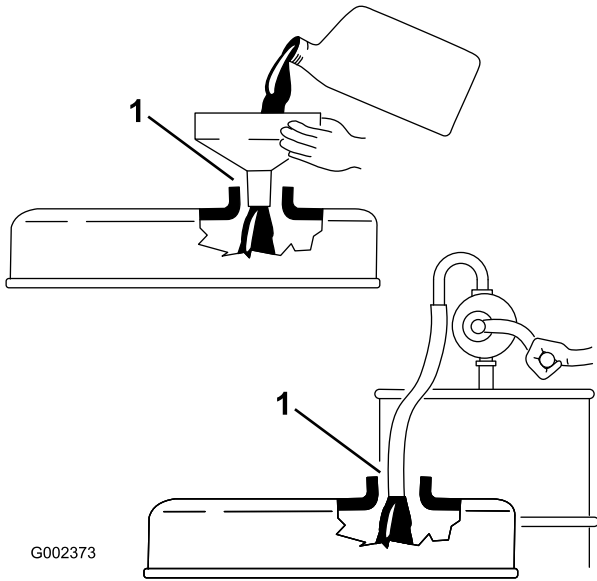

Figura 24
**Importante:** Al añadir aceite de motor o al cambiar el aceite, debe haber holgura entre el dispositivo de llenado de aceite y el orificio de llenado (en la tapa de las válvulas) según se muestra en Figura 24. Esta holgura es necesaria para permitir la ventilación durante el llenado, lo cual evita que el aceite se derrame sobre el respiradero.